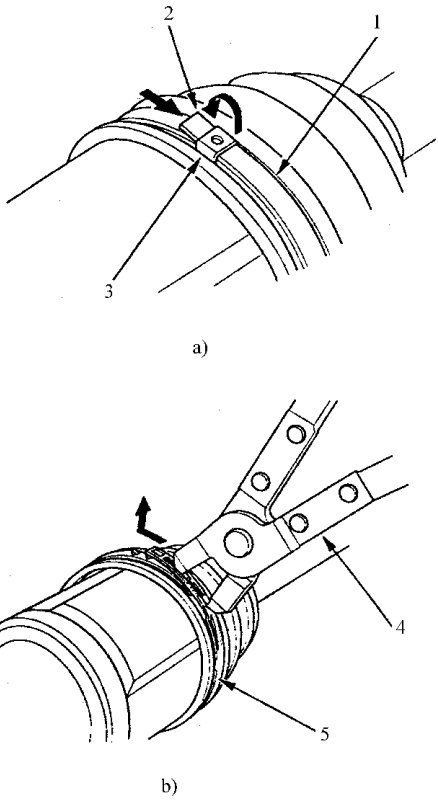

图 6-63 拆卸护罩卡环
2) 如图 6-63 所示, 拆卸护罩卡环, 小心不要损坏护罩和减振器。如果护罩卡环是双卡环型, 拔起卡